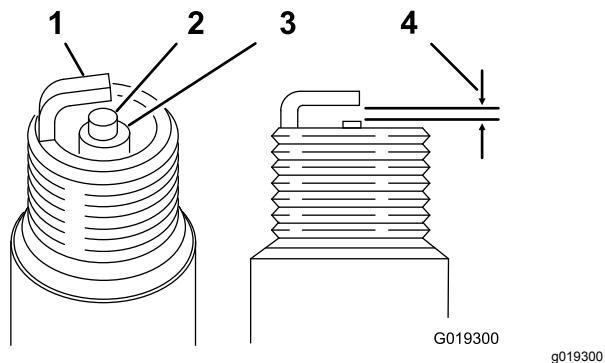

Figura 33
**Folga:** 0,70 a 0,80 mm; consulte Figura 33
3. Defina a folga para 0,70 a 0,80 mm (Figura 33).